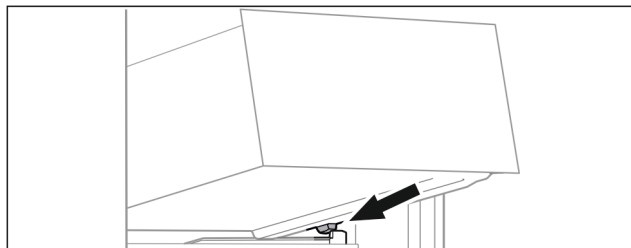

Fig. 55
- Placer le tiroir, en l'inclinant, derrière les butées sur la nervure de récipient. (voir Fig. 55)